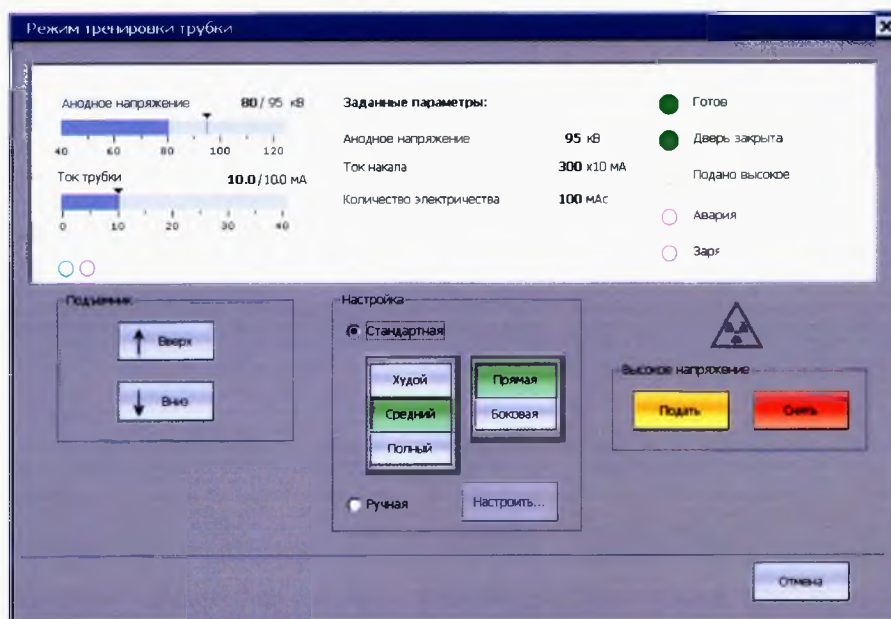

Рисунок 7 - Диалог режима тренировки трубки
7.2.1 В меню «**Сервис**» выбрать пункт «**Тренировка трубки**». При этом на экран будет выведено окно режима тренировки трубки (см. Рис. 7).